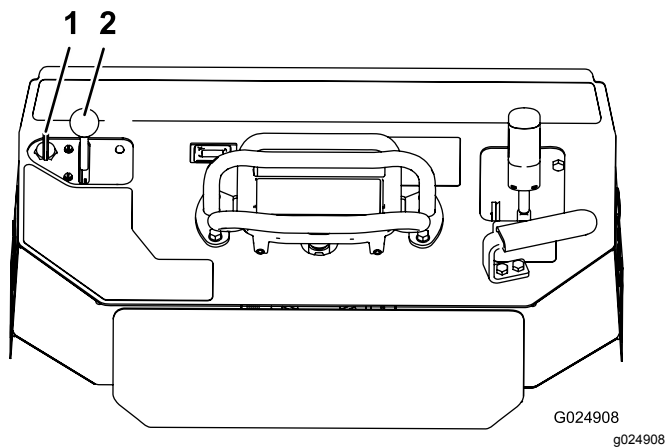

図 18
1. スロットルレバーを 低速と高速の中間位置にセットする 図 18。
2. キーを ON 位置に回す (図 18)。エンジンが始動したら、キーから手を離してください。
3. スロットルレバーを希望位置にセットする 図 18。
2. スロットルレバーを 低速位置に動かす 図 18。